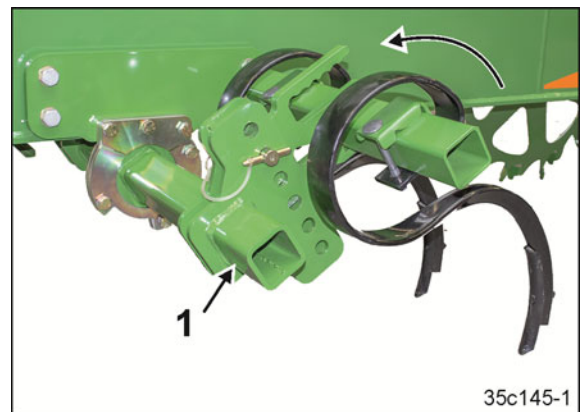

Bild 213
1. Försätt traktorns spårluckrare i transportläge (Bild 213/1):